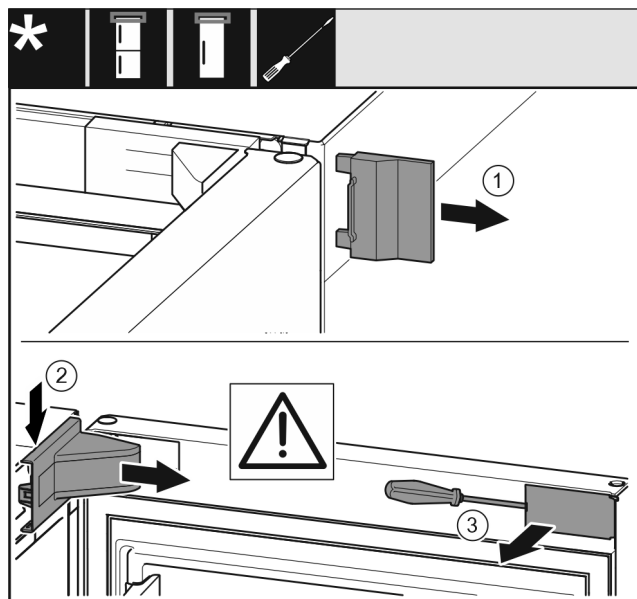

Fig. 7
- ▶ Зніміть зовнішню кришку Fig. 7 (1).
- ▶ Від'єднайте та зніміть кришку опорного кронштейна Fig. 7 (2).
- ▶ За допомогою шліцьової викрутки звільніть від фіксатора та поверніть убік накладку Fig. 7 (3).